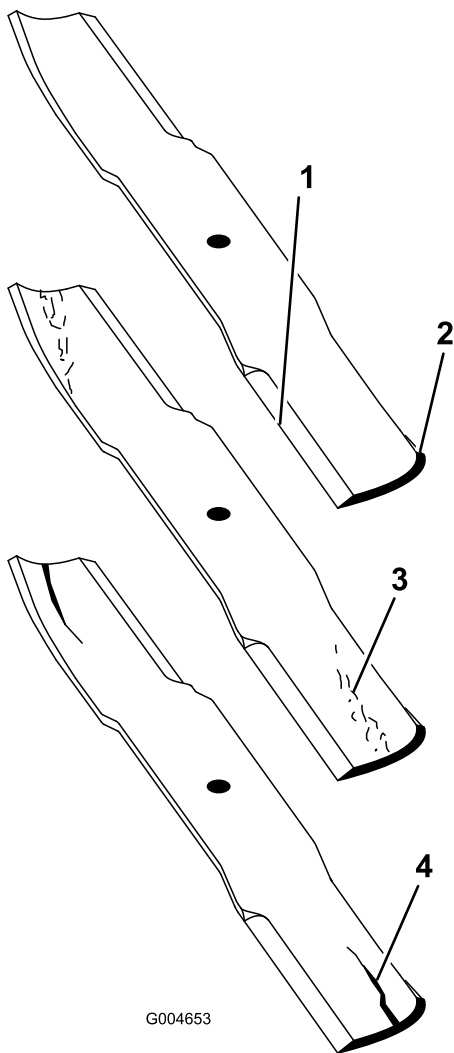

Рисунок 130
2. Осторожно проверьте режущие кромки ножей, особенно в точке соединения плоской и изогнутой частей ножа (**Рисунок 130**).
Примечание: Так как песок и абразивные материалы могут вызвать износ металла, соединяющего плоскую и изогнутую части ножа, проверьте нож перед использованием газонокосилки. При обнаружении износа (**Рисунок 130**) замените нож.